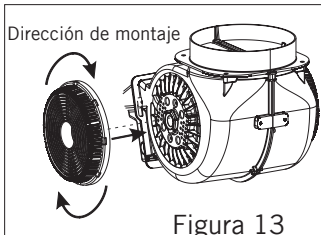

Figura 13
- Los filtros de carbón se montan como visto en **Figura 13** a los dos lados del ventilador en el sentido de las agujas del reloj casi 10 grados.